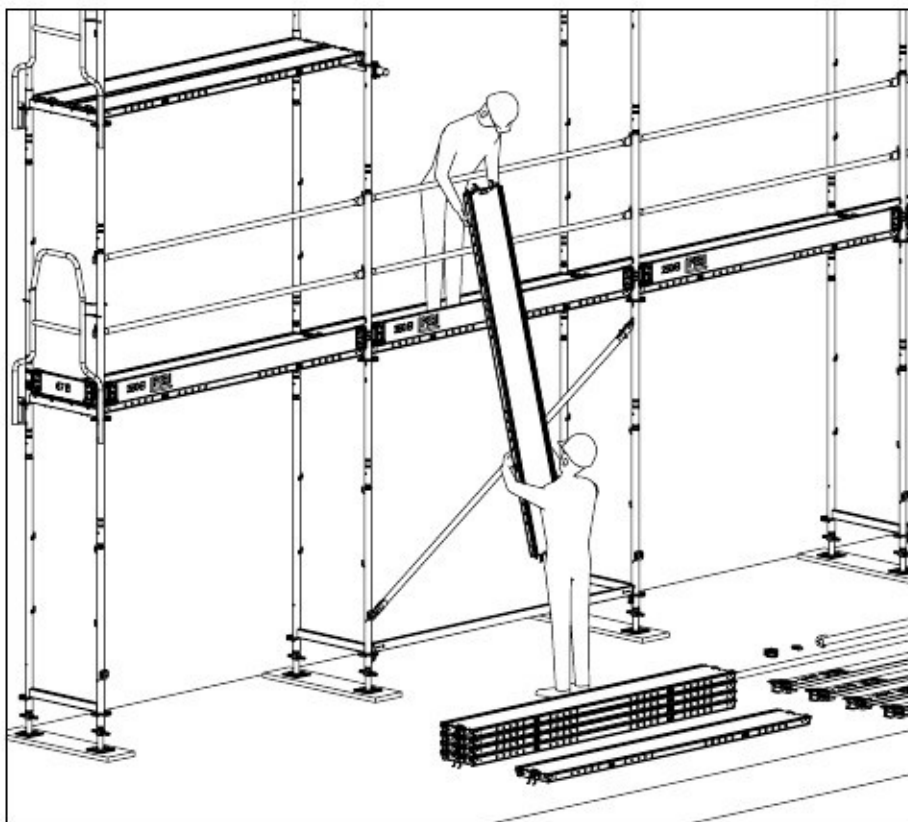

Fig. E.01
- За да облекчите работните операции, инсталирайте парапети на основното ниво. Впоследствие те могат да бъдат премахнати. (Fig. E.01)